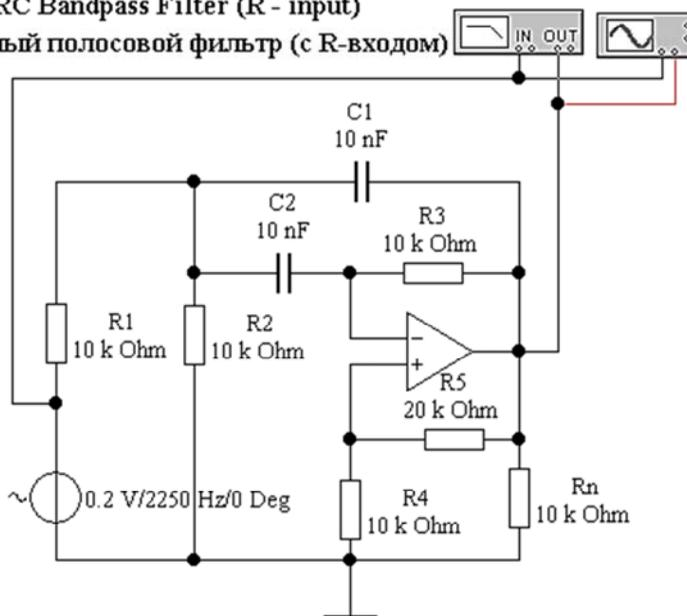

Рис. 9.1. Активный полосовой фильтр с R -входом (файл **banda1.ewb**)
2. Исследовать активный полосовой фильтр с R -входом (файл **banda1.ewb**, рис. 9.1).